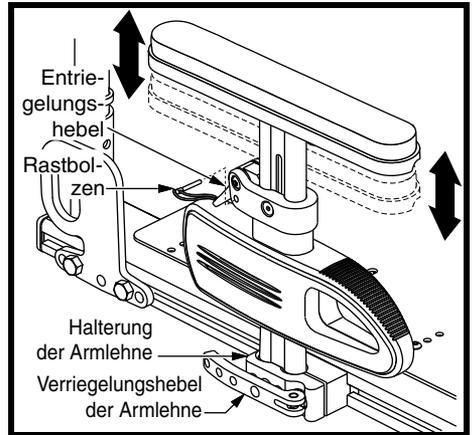

Abbildung 28. Anpassung der oberen Höhe bei der schnell höhenverstellbaren Armlehne in Kindergröße und mit einer Stütze
1. Entfernen Sie, sofern vorhanden, den optionalen Rastbolzen. **Siehe Abbildung 28.**